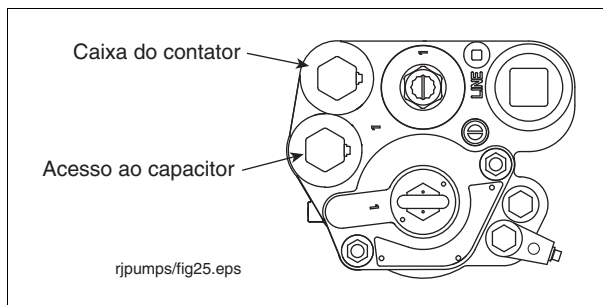

Figura 48. Posicionamento da caixa do contator e do compartimento do capacitor
1. Remova a tampa de acesso ao capacitor (consulte a Figura 48).
1. Remova a tampa da caixa do contator (Figura 48 na página 57). Remova e descarte o anel de vedação da tampa. Deixe a tampa de lado.